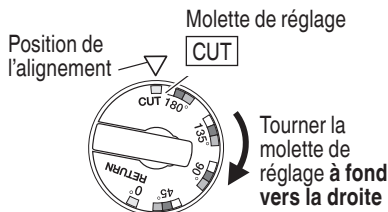

Fig. 34
- (1) Placer la molette de réglage sur la position « CUT » (Fig. 34)